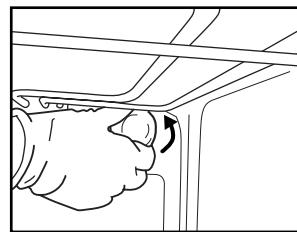

Fig. 6
2. Skru løs lampedekslet (Fig. 6), skift ut pæren (se anmerkningene for type pære) og sett dekselet tilbake på plass.